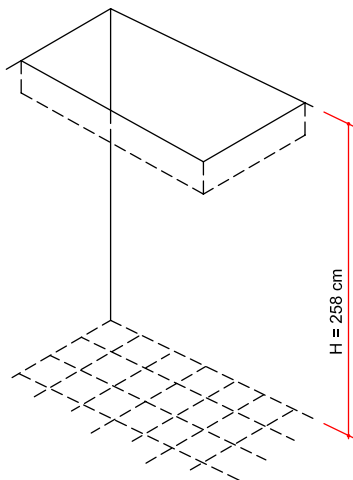

FIG. 3
- 1) opptrinnet, som du allerede har beregnet, inkluderer også tykkelsen på trinnet (L40) (fig. 3).
- 2) ta hensyn til typen åpning (fig. 3) når du plasserer støtten N19.